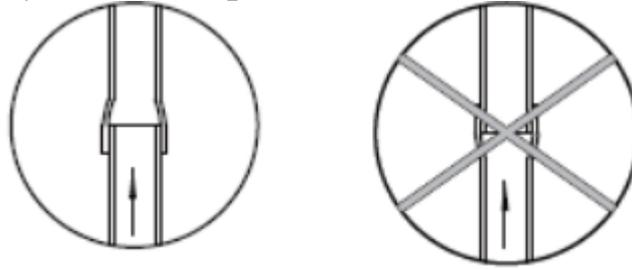

Рис. 2.
3. Соедините трубку Вентури, форсунку внешнего эжектора, корпус внешнего эжектора, уплотнительную манжету внешнего эжектора, кольцевую прокладку внешнего эжектора и впускной патрубок внешнего эжектора как показано на рис. 2.